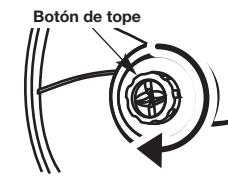

Fig. 12
- Gire la perilla del topetón a la derecha hasta que toda la línea esté dentro del cabezal cortador (Fig. 12).
- Lleve a cabo la cubierta del carrete, dé vuelta a la perilla del topetón a la derecha para enrollar la línea alrededor del carrete hasta cerca de 5 pulg. (12.7 cm) está resaltando de cada lado del cabezal cortador. (Fig. 12)